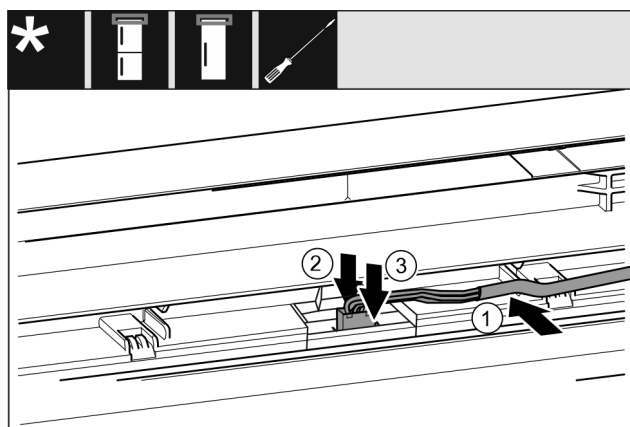

Fig. 44
- Šedý kabel vložte do vedení v horních dvířkách. Fig. 44 (1)
- Západku zatlačte dozadu. Fig. 44 (2)
- Zaklapněte zástrčku. Fig. 44 (3)